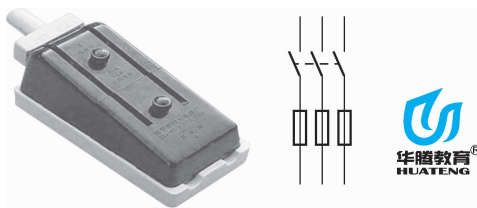

图 1-9 带熔断器式刀开关及其符号
②带熔断器式刀开关。带熔断器式刀开关用作电源开关、隔离开关和应急开关,并做电路保护用,如图 1-9 所示。